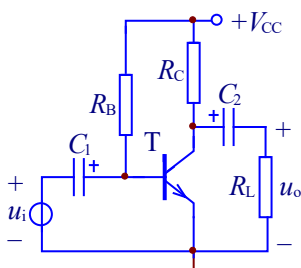
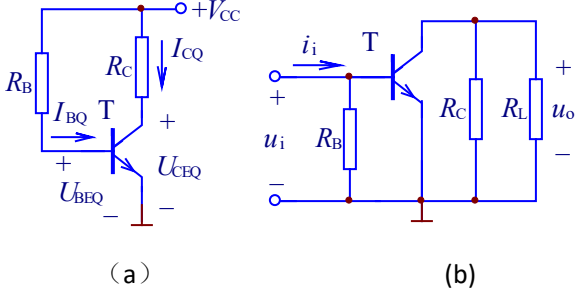

图 2.1 共射极放大电路
图 2.2 直流通路和交流通路
- 信号的输入和输出：信号源及负载接入放大电路时，应不影响晶体管原有的直流偏置，始终保持发射结正偏而集电结反偏。为此，在信号源与放大电路之间、放大电路与负载之间的耦合，一般要求既能“隔直”，又能使信号顺利传输。在图 2.1 所示的共射极放大电路中， C_1 、 C_2 为耦合电容，这种耦合方式称为阻容耦合。
画直流通路的原则是：将放大电路里的耦合电容及旁路电容开路。图 2.2 (a) 是图 2.1 所示放大电路的直流通路。
画交流通路的原则是：将直流电源接地且耦合电容及旁路电容 (电容容量足够大) 视作短路。根据这一原则可画得图 2.1 所示放大电路的交流通路如图 2.2 (b)。